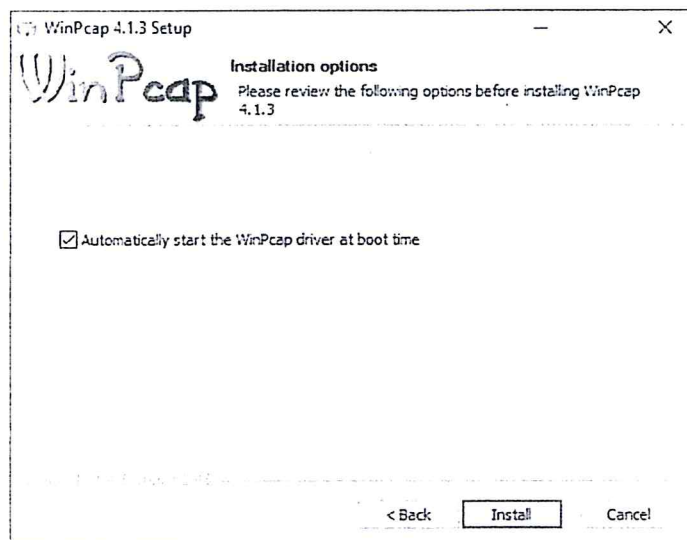

Рисунок 28 – Окно выбора дополнительных опций
– после нажатия кнопки «I Agree» появится окно выбора дополнительных опций, в котором необходимо установить чек-бокс в строке «Automatically start the WinPcap driver at boot time» и нажать кнопку «Install» (рисунок 28);